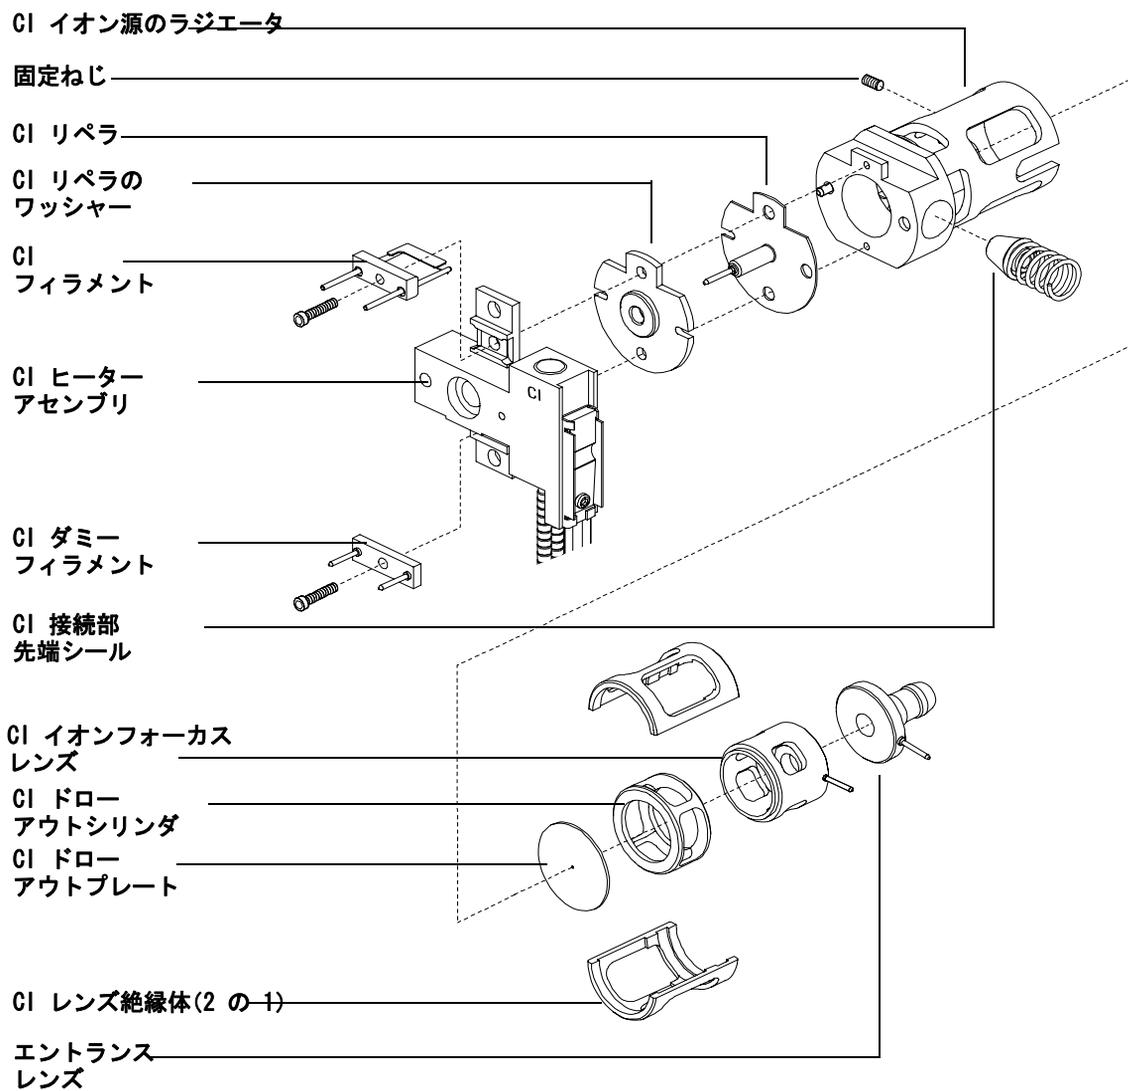

図 48 CI イオン源の分解図
- 3 接続部の端にシールを置きます。図 48 を参照してください。シールを取り外すには、上記の手順を逆に行ってください。
CI イオン源の洗浄 (図 48) は、EI イオン源の洗浄と非常によく似ています。以下に説明する以外は、205 ページ「EI イオン源を洗浄する」の洗浄手順に従ってください。